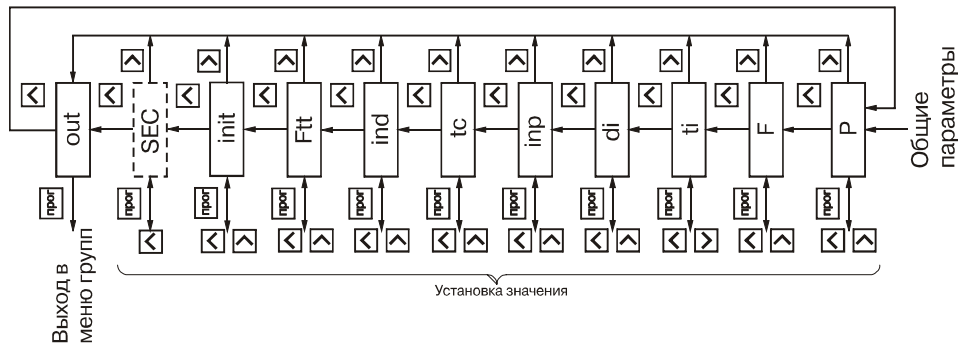

Рис. 25
6.1.8. Группа "**GrouP_C**" (рис.25) содержит параметры, **inP** и **tc**, определяющие режим работы входного коммутатора коэффициенты предделителя **P** и множителя **F**, время измерения **ti** и начальное смещение **di** для расходомера, а также режимы работы счетчика времени **Ftt**, индикации **ind** и сброса счетчика импульсов при подаче питания на прибор **init**.